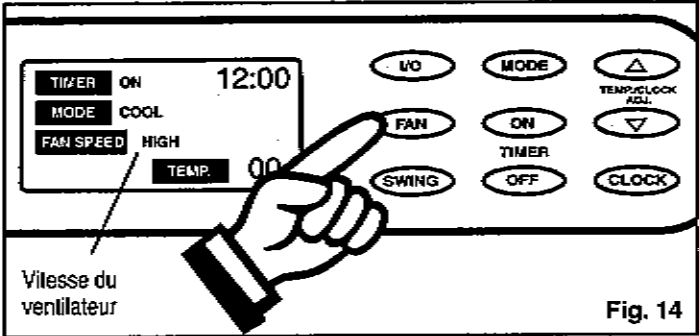

Fig. 14
- 5) Appuyez sur la touche **FAN** pour choisir la vitesse du ventilateur de votre choix (**High-Med-Low**). Voir la Fig. 14. Votre choix est indiqué sur l'**ACL**. Chaque appui sur la touche de ventilation change le réglage).